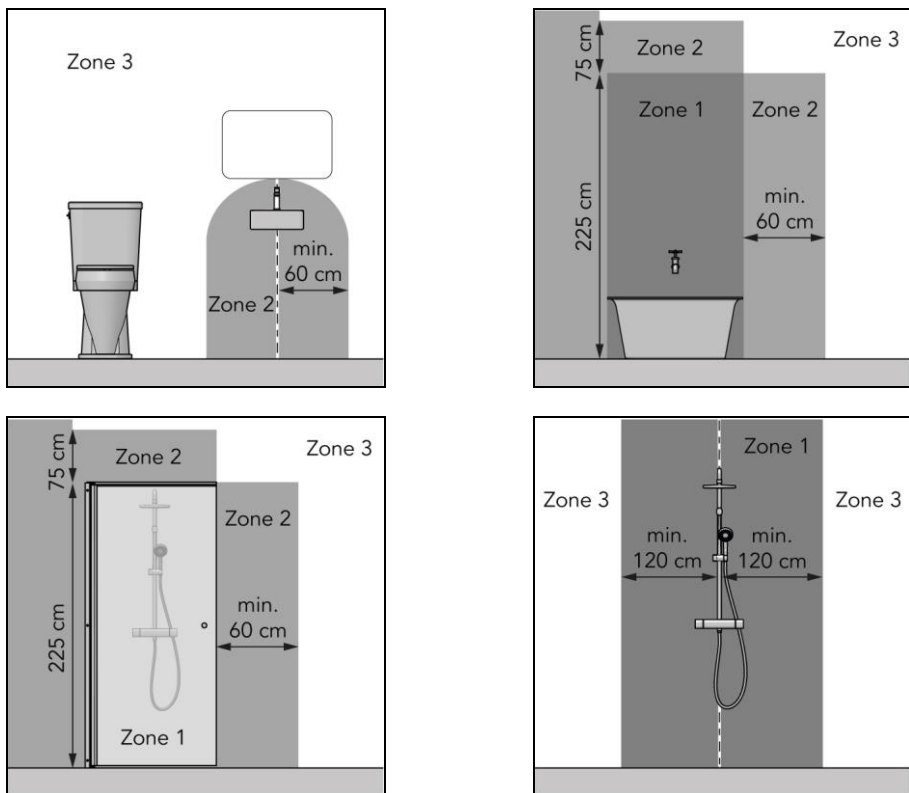

Figura 6
- în zona a 3-a a unui grup sanitar sau a unei băi cu cadă, duș cu paravan și duș fără paravan (Figura 6);